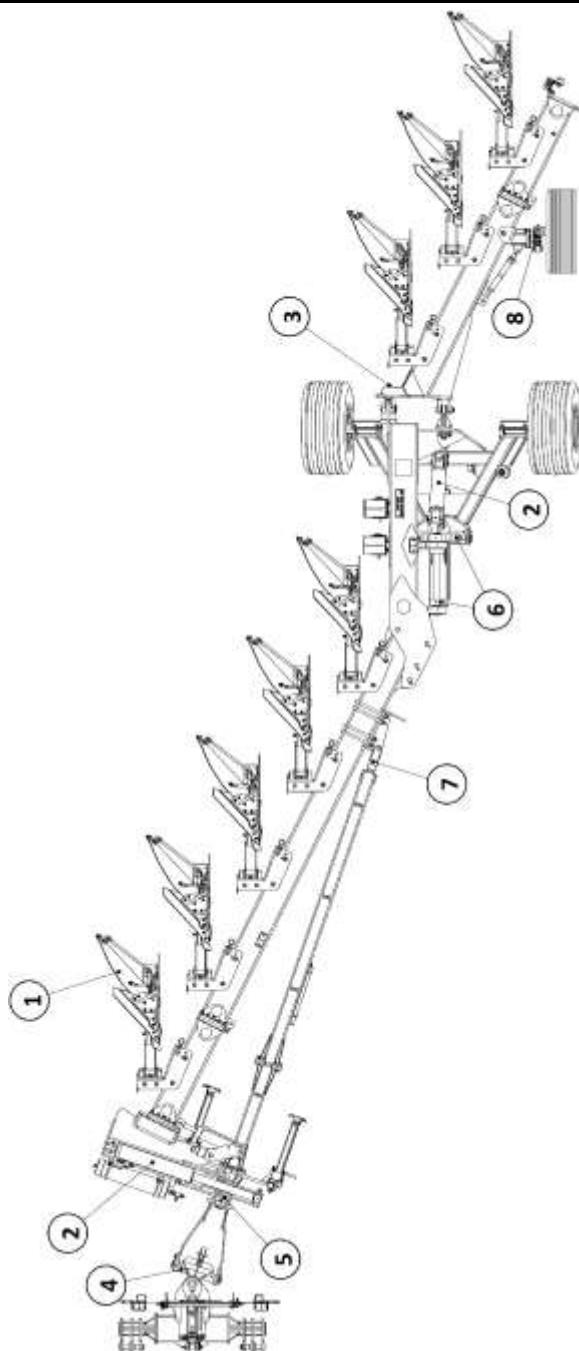

Рисунок 8 – Схема смазки
10.4 Точки смазки и их расположение приведены в таблице 4 и на схеме смазки (рисунок 8)